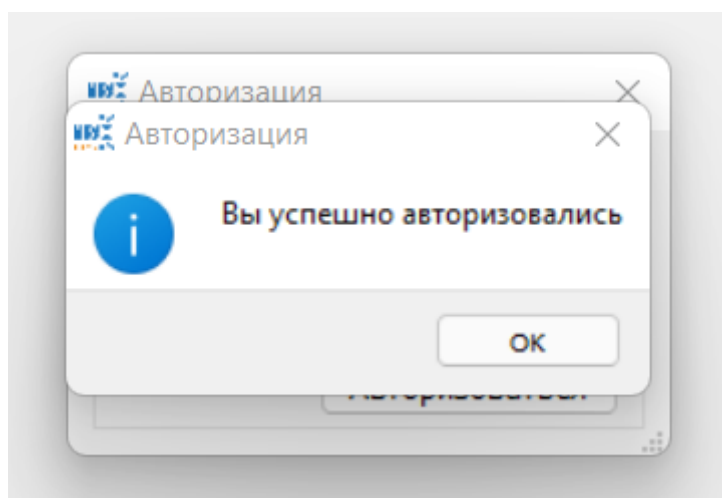
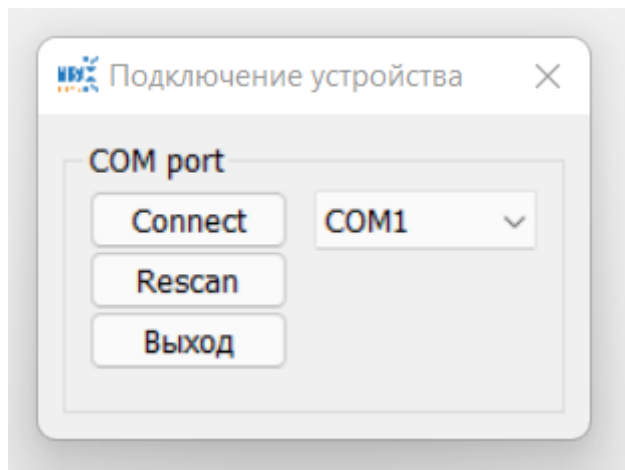

Рис. 5. Успешная авторизация.
Рис. 6. Окно подключения устройства.
окно Рис. 5 нажмите и отпустите кнопку «ОК», и появится «окно подключения устройства» Рис. 6.
5. В «окне подключение устройства» Рис. 6 выберите com-порт, соответствующий включенному IR Link, далее нажмите и отпустите кнопку «Connect».